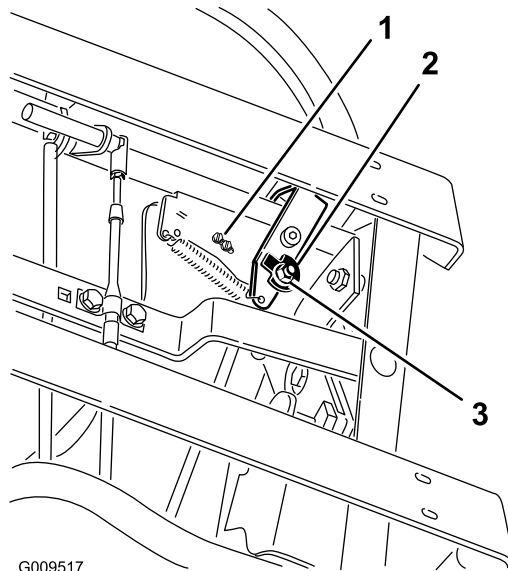
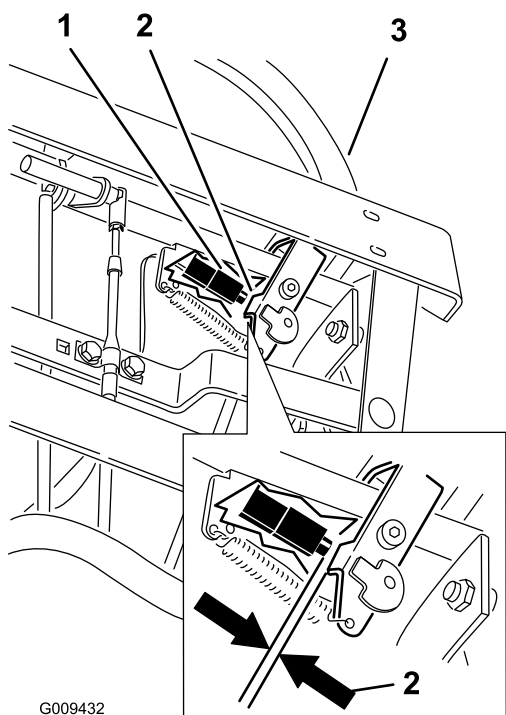

Figura 69
Figura 70
10. Verifique a folga entre a alavanca do controlo e o interruptor como apresentado em Figura 70. A folga tem de ser de 3 mm com a alavanca direita de controlo de movimento na posição de desbloqueada em ponto morto.
11. Se necessário, desaperte os parafusos que fixam o interruptor e ajuste o interruptor (Figura 69 e Figura 70).
7. Solte a porca e o parafuso que fixam o excêntrico (Figura 69).